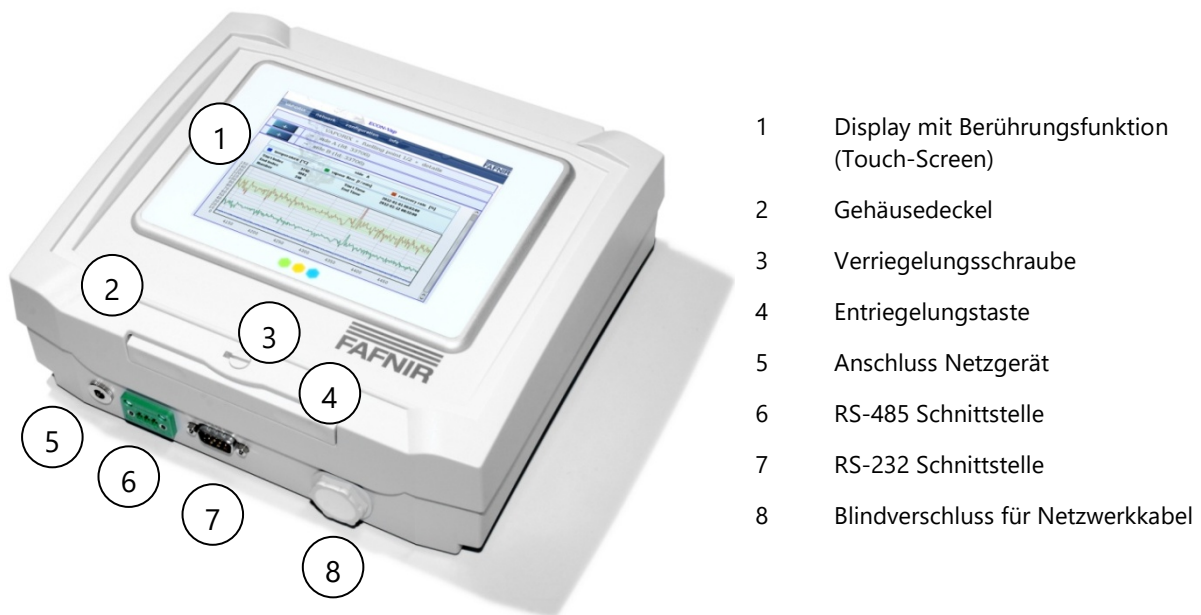

Abbildung 2: Vorderseite des SECONs
Das SECON ist mit folgenden Schnittstellen ausgestattet (siehe Abbildung 2):
- (6) Schließen Sie das beiliegende Netzgerät an den Netzgeräteanschluss des SECONs (siehe Abbildung 2) und ans Netz an.
- (7) Das SECON ist nun betriebsbereit.